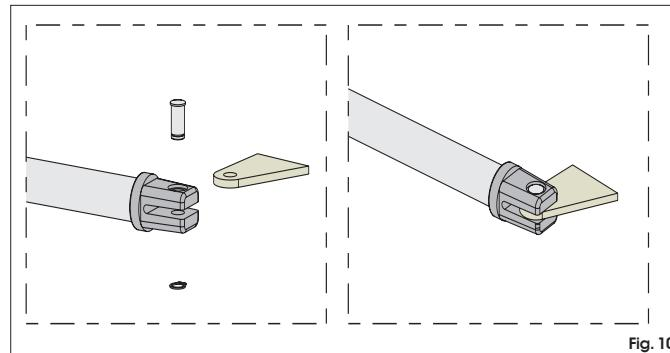

Fig. 10
7) Assembleer de voorste beugel zoals aangegeven op fig.10.